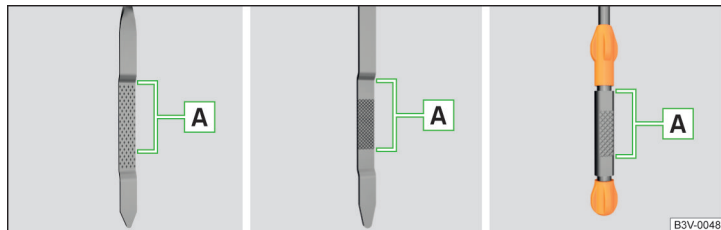

Fig. 197 Variante de joje de ulei
Nivelul de ulei trebuie să se situeze în zona **A** » fig. 197. Dacă nivelul de ulei este sub zona **A**, completați ulei.
- Nivelul uleiului nu trebuie să fie în niciun caz în afara zonei **A** » fig. 197 - există pericol de deteriorare a motorului, precum și a instalației de evacuare a gazelor arse.